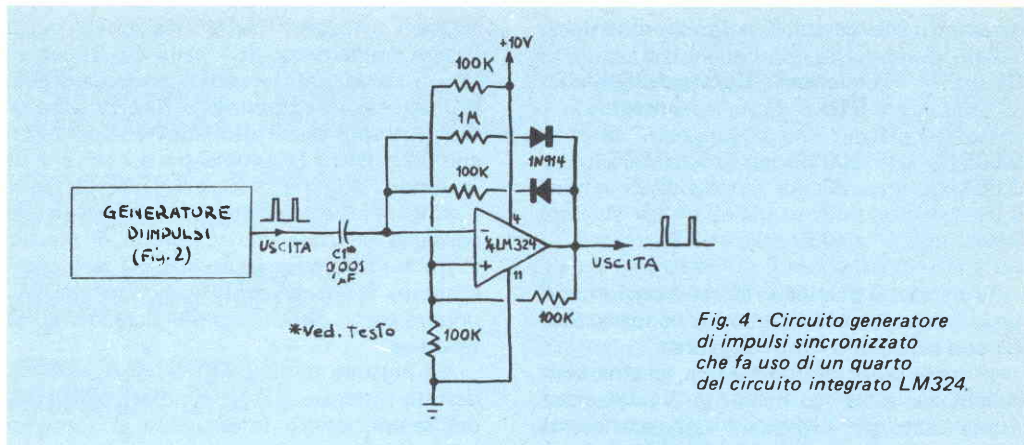

Fig. 4 - Circuito generatore di impulsi sincronizzato che fa uso di un quarto del circuito integrato LM324.
2) - *Generatore di impulsi doppio con segnali di uscita sincronizzati e con due frequenze di ripetizione indipendenti* - I collegamenti da effettuare su due degli amplificatori operazionali contenuti nel circuito integrato LM324 per realizzare questo tipo di funzionamento sono indicati nella fig. 4. Un circuito come questo trova impiego nella musica elettronica, negli apparecchi per la sintesi della frequenza e per la divisione di frequenza.